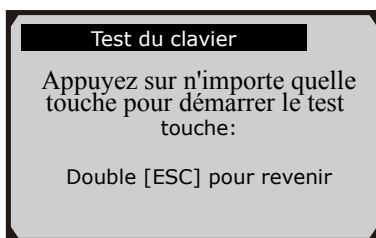

Figure 3.10
- 2) Appuyez sur n'importe quelle touche pour démarrer le test. Lorsque vous appuyez sur une touche, le nom de la clé doit être observé sur l'écran. Si le nom de la clé ne s'observe pas, la touche ne fonctionne pas correctement. (Figure 3.10)